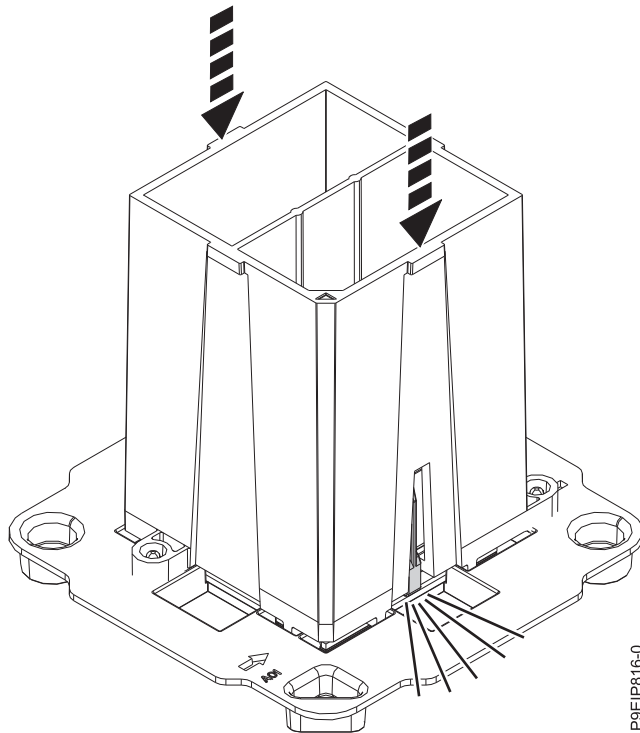

Figura 91. Bloqueando o módulo de processador do sistema na ferramenta
4. Com a ferramenta de remoção posicionada na parte superior do módulo de processador do sistema, pressione a ferramenta para travar o módulo de processador do sistema na ferramenta, conforme mostrado na Figura 91 na página 79.